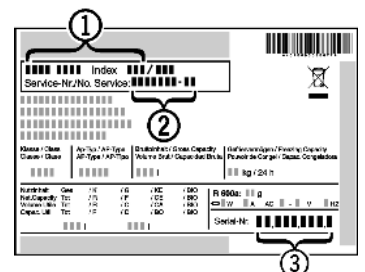

Fig. 15
- ▶ Apparaataanduiding *Fig. 15 (1)*, service-nr. *Fig. 15 (2)* en serie-nr. *Fig. 15 (3)* van het typeplaatje aflezen. Het typeplaatje bevindt zich aan de linkerkant binnen in het apparaat.
- ▶ Contact opnemen met de Technische Dienst en het probleem, apparaataanduiding *Fig. 15 (1)*, service-nr. *Fig. 15 (2)* en serie-nr. *Fig. 15 (3)* mededelen.